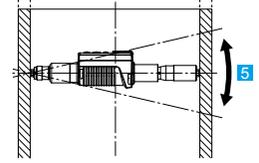

Abbildung 2. Seitenansicht
- In Pfeilrichtung um die Achse bewegen, um den tiefsten Punkt zu bestimmen (siehe Abbildung 2).